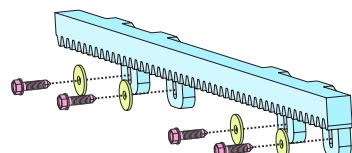

Fig. 8
- 7.2.** Fixez les cliquets de support à chaque élément de crémaillère à l'aide des vis de blocage correspondantes, en faisant attention à les positionner dans la partie supérieure de la fente - Fig. 8